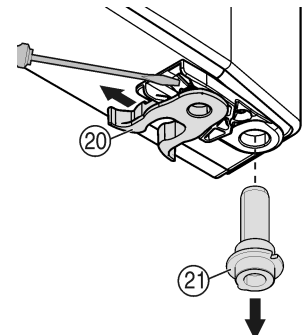

Fig. 9
- ▶ Permuter la pince élastique *Fig. 9 (20)* : appuyer sur l'ergot puis retirer la pince élastique.
- ▶ Tirer le pivot d'appui *Fig. 9 (21)* hors de la douille de porte et la mettre en place ensemble avec la rondelle du côté opposé. Le taquet d'arrêt doit indiquer vers la paroi intérieure de la porte, l'encoche vers la paroi extérieure.
- ▶ Pivoter la porte vers le bas et mettre en place le pivot d'arrêt *Fig. 9 (21)* dans le support d'appui. Event. tourner le pivot d'arrêt de sorte qu'il puisse encliquer.